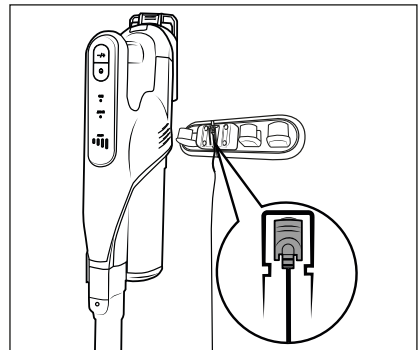

Fig. 6
- ◆ Sæt støvsugeren i vægholderen **18** ovenfra, så hulstikket **11** går ind i ladestikket **3** på undersiden af produktet. Batteriindikatoren **27** begynder at blinke, og opladningen starter (se fig. 6 og 7).